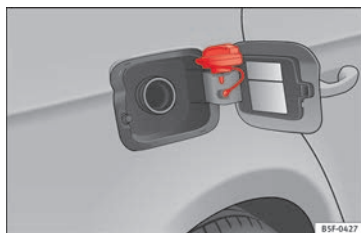

Fig. 60 Sportellino del serbatoio con all'interno il tappo.
- Collocarlo nello spazio della cerniera dello sportellino aperto » **fig. 60**.